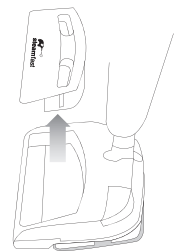

Figure 2
1. Pour retirer le godet à poussière, saisissez les deux zones renfoncées, puis tirez vers le haut pour dégager le godet de l'appareil (Figure 2).